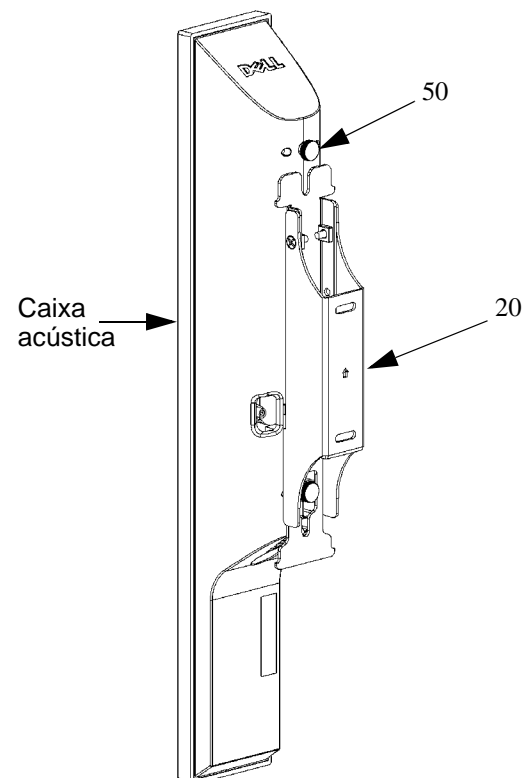

Figura 16. Afrouxe os dois parafusos de aperto manual
1. Segurando a caixa acústica com uma mão, remova os dois parafusos de aperto manual (50) e anéis "O" (110, não mostrados) que prendem a caixa acústica ao suporte de parede (20). Consulte a figura 16.